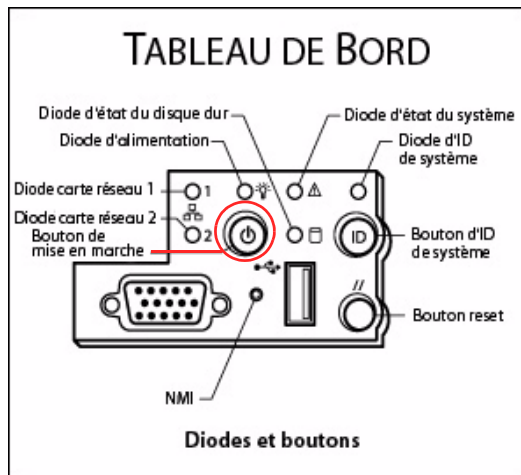

FIGURE 2-16 Bouton de mise en marche et autres composants du tableau de bord
6. Appuyez sur le bouton de mise en marche du tableau de bord, derrière le capot de protection (reportez-vous à la FIGURE 2-16).